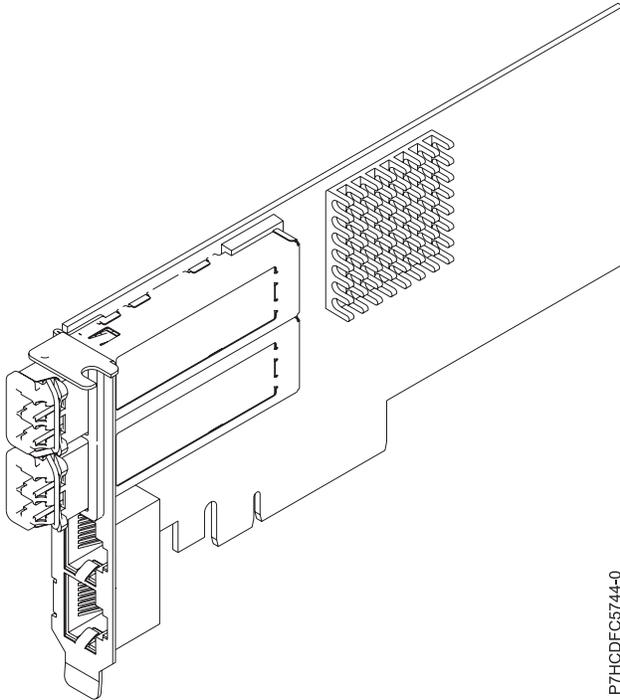

Figura 17. Adaptador PCIe2 2x10GbE SR 2x1GbE de cable de par trenzado no apantallado
El adaptador PCIe2 2x10GbE SR 2x1GbE de cable de par trenzado no apantallado es un adaptador Ethernet PCI Express, de generación 2 y cuatro puertos, con una interfaz de bus de host PCI Express 2.0. El adaptador está optimizado para servicios informáticos en nube, virtualización, almacenamiento y otras aplicaciones de centro de datos. El adaptador de cuatro puertos proporciona dos puertos Ethernet de 10 Gb y dos puertos Ethernet de 1 Gb. Los dos 2 puertos transceptores SFP+ (small form-factor pluggable) SR (single root) de 10 Gb se utilizan para la conectividad con otros servidores o conmutadores de la red. Cada puerto SFP+ (SR) proporciona conectividad Ethernet con una velocidad de datos nominal de 10 Gbps (gigabits por segundo), y utiliza cables twinaxiales de cobre SFP+ de hasta 5 metros de longitud. Cada uno de los puertos RJ45 proporciona conectividad Ethernet con una velocidad de datos de 1 Gbps. Las funciones de agregación de enlaces y recuperación tras error del adaptador son ideales para aplicaciones de red críticas que necesitan redundancia y alta disponibilidad. La Figura 17 en la página 55 muestra el adaptador FC 5745.